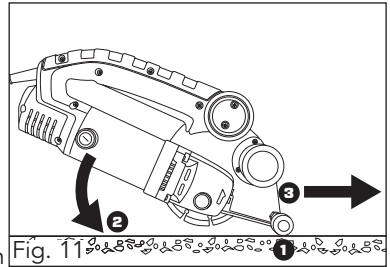

Fig. 11 పరిశీలనాలో, క్షయం చేయడానికి, క్షయం చేయడానికి, క్షయం చేయడానికి
- Place the wall chaser (with motor running) with the chaser roller (1) onto the surface the chase is to be cut into and slowly push down until the preset depth of cut is reached (fig. 11).